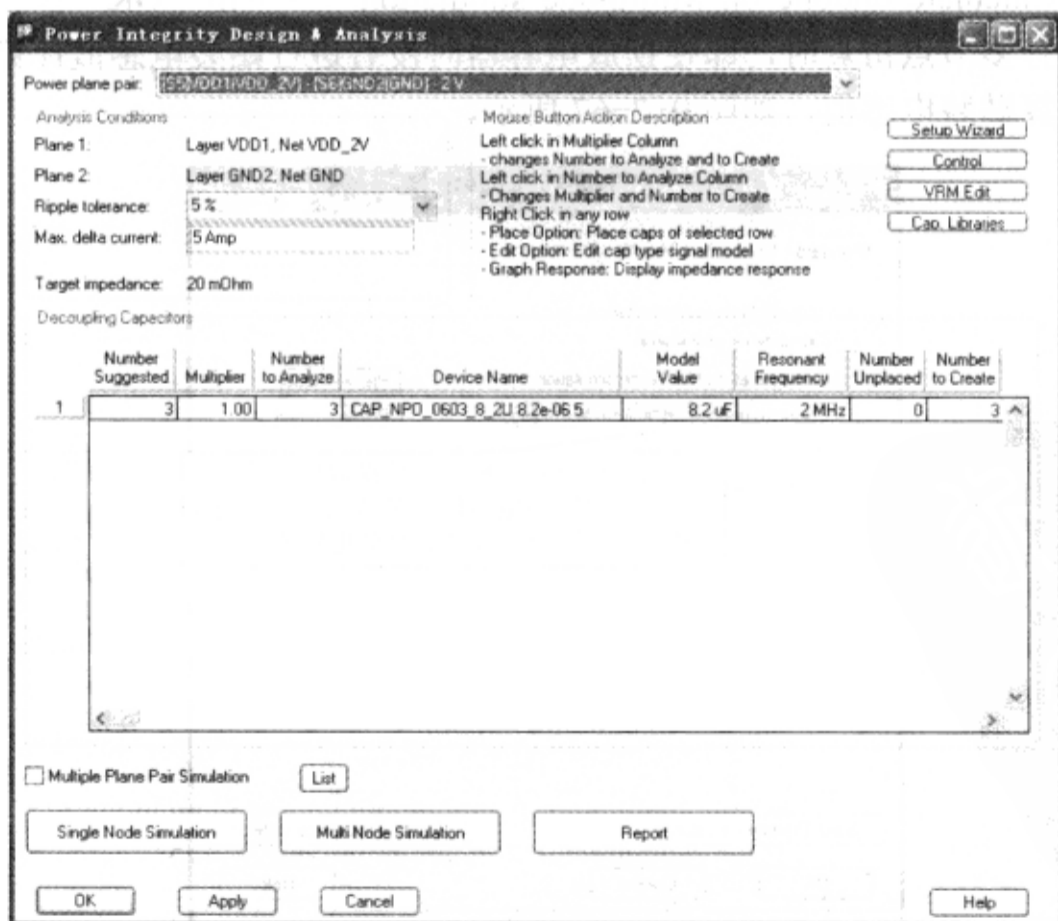

图 9-7-64 “Power Integrity Design & Analysis” 对话框
(4) 在 Allegro PCB PI option XL 窗口中执行菜单命令 “Analyze” → “Power Integrity”, 弹出 “Power Integrity Design & Analysis” 对话框, 如图 9-7-64 所示。